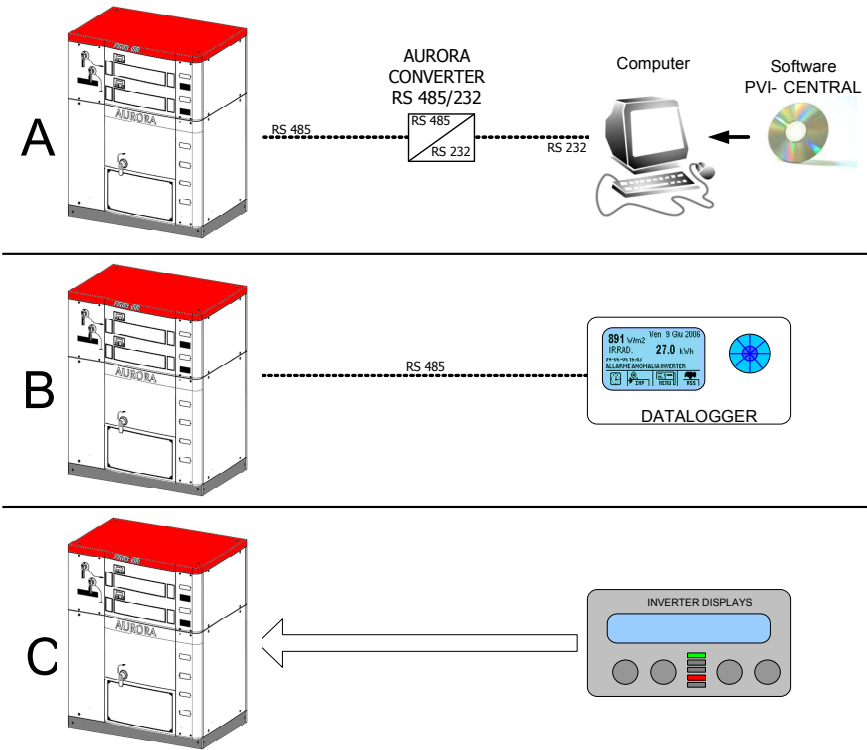

Figura 8-5: Modi di collegamento
I modi di collegamento della linea RS485 proveniente dal PVI-XXX.0(-TL), al fine di effettuare il monitoraggio dell’inverter, sono principalmente 2 (A e B) mentre un terzo (C) non prevede il collegamento RS485. La Figura 8-5 illustra le modalità: